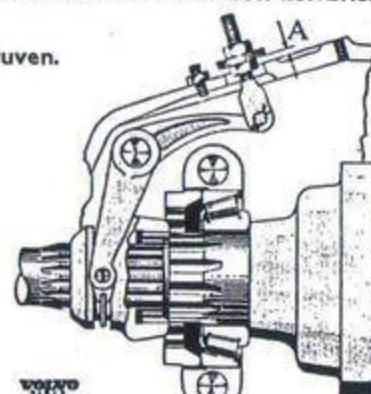

Bild 79. Inställning av differentialspärr.
3. Dra upp kolvstången tills differentialspärrhylsan går emot fästerna på differentialhuset. Avståndet (A bild 79) mellan brickan och axelkåpan skall därför vara 1—2 mm.